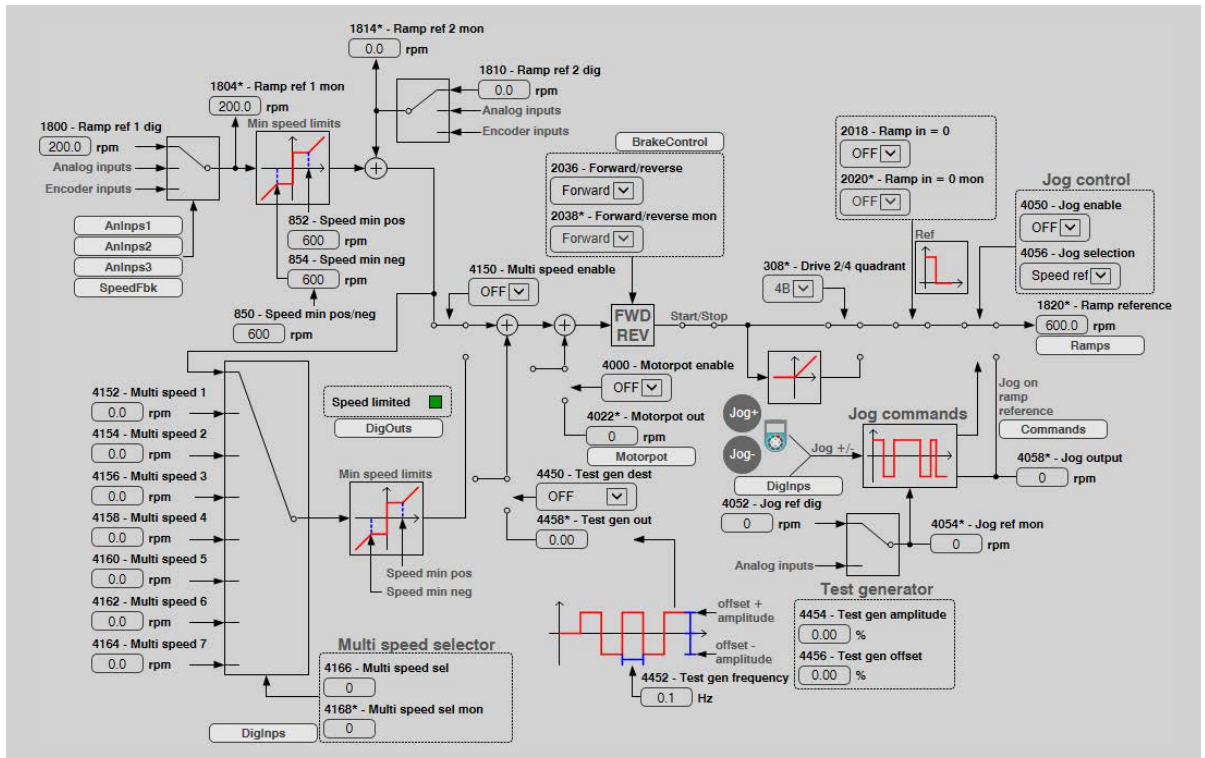

Figura 6-14: Schema generale dei riferimenti di rampa (Ramp Reference diagram)
Il parametro **1820-Ramp reference** (menù **MONITOR**) rappresenta il riferimento di rampa complessivo in ingresso alla funzione rampa (menù **RAMPS**). Solo in condizioni di fornitura standard equivale alla somma dei due riferimenti di rampa (**Ramp ref 1 mon + Ramp ref 2 mon**), dopo l'abilitazione e l'applicazione del comando di **Start**, sebbene altri parametri applicabili in cascata possano determinare l'entità ed il segno del riferimento, come risulta dallo schema (vedi figura 6-14), tra cui: